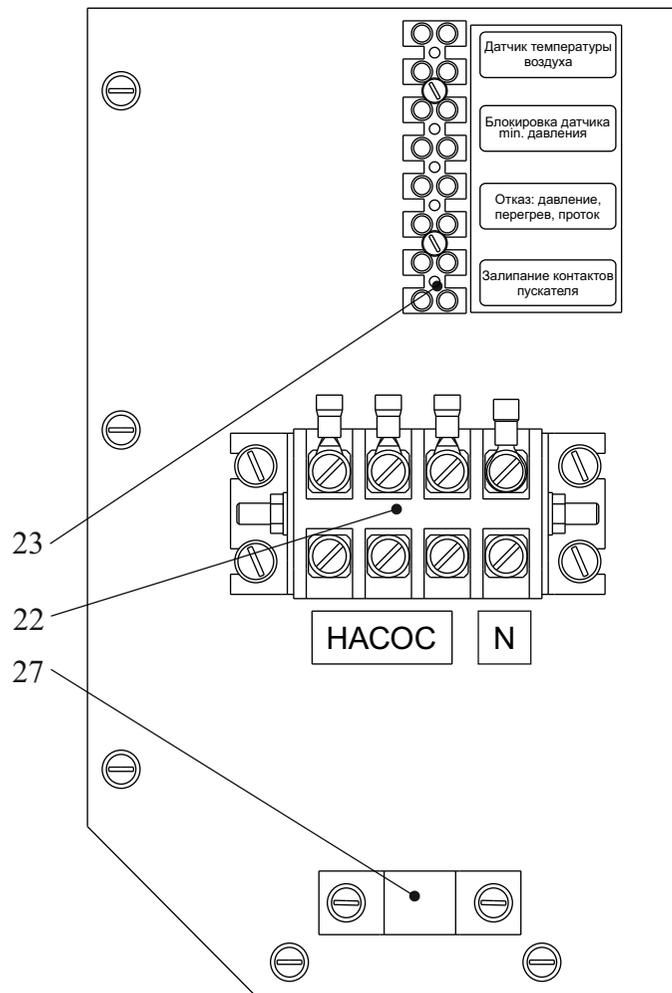

Рис.3 Панель подключения внешних устройств
4.1.5 Панель подключения внешних устройств включает в себя два клеммника. Четырехконтактный клеммник (22 рис.3) для подключения по питанию внешнего трехфазного циркуляционного насоса и ввода в прибор рабочего нуля (цепи управления 220В). Восьмиконтактный клеммник (23 рис.3) для подключения внешних устройств. Кабель насоса закрепляется с помощью скобы (27). Места подключения обозначены с помощью аппликаций.
7.2.6 При подключенном через клеммник “Датчик температуры воздуха” (Рис.3) внешнем датчике температуры воздуха прибор переходит в режим управления по температуре воздуха в помещении, где установлен датчик. Ручка терморегулятора *ТЕМПЕРАТУРА* должна находиться в крайнем правом положении.
*При работе прибора в открытой системе отопления на клеммной колодке (23 рис.3) должна быть установлена перемычка на клеммах “Блокировка датчика min. давления”.*
4.2.2 Для организации дистанционной индикации отказов прибора на клеммную колодку (23, Рис. 3) выведены сигналы “Отказ: давление, перегрев, проток” и “Залипание контактов пускателя” от соответствующих реле на плате управления. Контакты реле предназначены для работы в цепях переменного и постоянного тока в диапазоне напряжений 0-250В. Допустимый ток коммутации 5А. При аварийной ситуации контакты реле замыкаются.